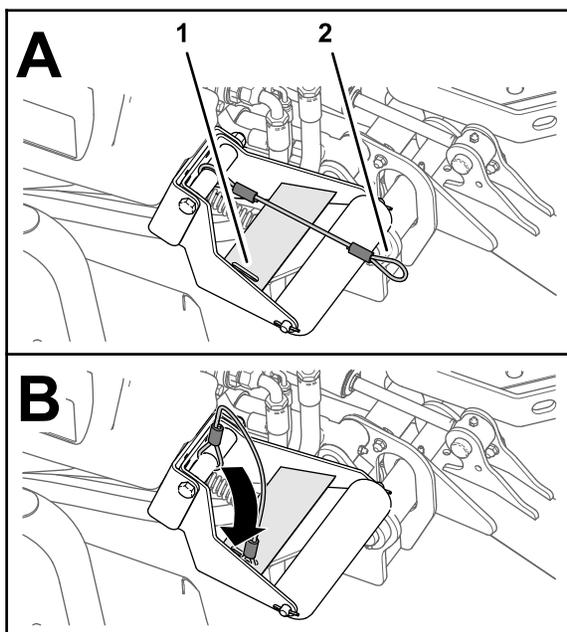

Figura 34
4. Com as unidades de corte baixadas, passe o laço do cordão na ranhura da placa de reforço do suporte do rolo (Figura 34).